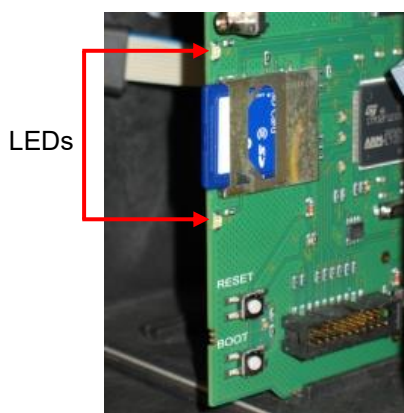

Figure 29
8. Le Testomat redémarre et procède à la mise à jour. Sous ce mode, aucune publication n'est faite, et le statut est affiché via les voyants de la carte SD (voir figure 29) ainsi que les voyants de la platine de commande (voir figure 31 voir page 68). La progression de la programmation s'affiche sous forme de barres à 5 voyants LED sur la platine de commande : En premier clignote uniquement lentement le voyant LED 1 (à côté du connecteur pour la platine de base) (une fois toutes les 2 secondes), puis il reste allumé, et le voyant LED suivant commence à clignoter. Cette opération se répète jusqu'à ce que tous les voyants LED restent allumés en permanence. La mise à jour du micrologiciel est alors terminée. Le Testomat démarre automatiquement avec le nouveau logiciel d'exploitation. La mise à jour complète du micrologiciel dure env. 70 secondes.